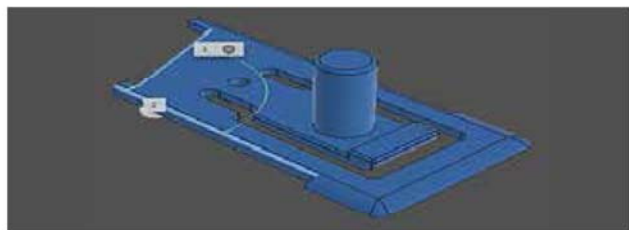

图 2-84
(1) **测量**: 报告选定对象的距离、角度、面积或位置数据。选择顶点、边、面、实体或零部件, 如图 2-84 所示。